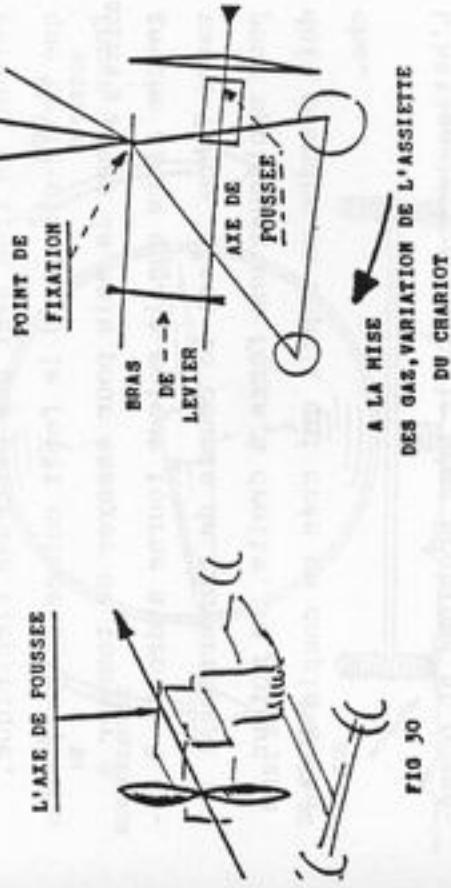

FIG. 31
- La force, c'est la poussée de l'hélice, le bras de levier, la distance mesurée du point de fixation à l'axe de poussée Figure 31.